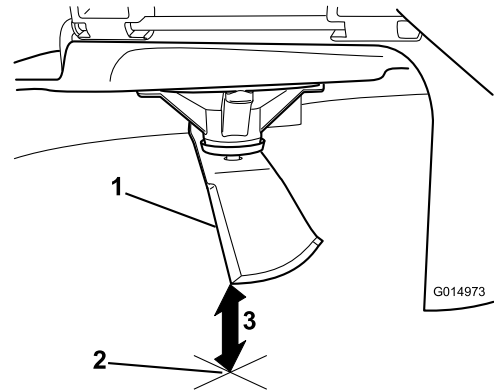

Bild 51
3. Messen Sie von der Messerspitze bis zu ebenen Fläche (**Bild 51**).